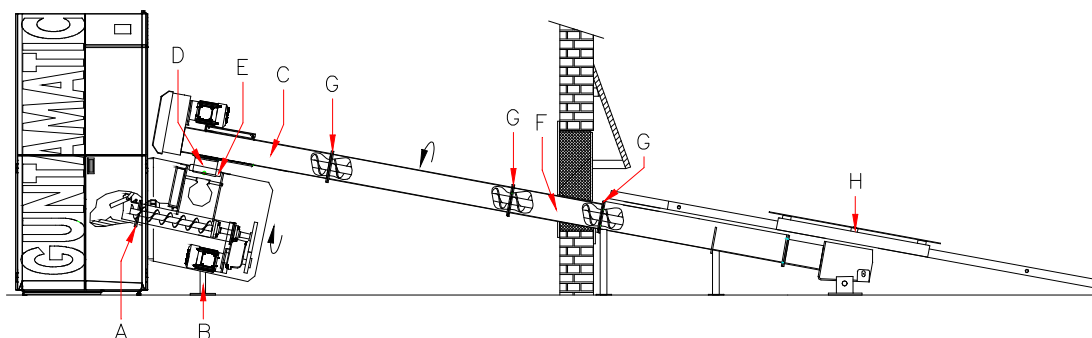

Abb.4
4. Bei abmontiertem Stoker die Einlaufdichtung (A) Abb.4 zwischen Stokereinheit und Kesselflansch einlegen und mit 4 Stück M08 x 30 Sechskantschrauben, Sprengringen und Muttern verschrauben. Den Stützfuß (B) Abb.4 an der Stokereinheit herausdrehen, sodass die Stokereinheit entlastet wird. Das Kabel Zündgebläse, TKS, Füllstand-zunge, Brandschutzmotor, Stokerfühler, Antrieb G1 und Antrieb A1 anschließen.
5. Die Antriebseinheit (C) Abb.4 auf die Stokereinheit aufsetzen und in Richtung des Lagerraums drehen. Die Kugel (D) Abb.4 der Antriebseinheit muss luftdicht in der Gummidichtung (E) Abb.4 der Stokereinheit liegen.
6. Die benötigten Schneckenentröge am Boden vormontieren. Das serienmäßig mitgelieferte 0,55 m Trogstück (F), siehe Abb.4, immer im Mauerdurchbruchbereich montieren. Die einzelnen Trogstücke mit M08 x 30 Sechskantschrauben, Sicherungsscheiben und Muttern, ohne Stoß an der Troginnenseite fest verschrauben. Die Schneckenstücke so zusammenstecken, dass die Schneckensteigung (G) Abb.4 ohne Unterbrechung und Stoß weiterläuft. Anschließend die vormontierte Austragschnecke an die Antriebseinheit (C) Abb.4 stecken und festschrauben.
7. Das Rührwerk (H), siehe Abb.4, an die Austragschnecke montieren und darauf achten, dass die Schneckensteigung (G) Abb.4 ohne Unterbrechung und Stoß weiterläuft.